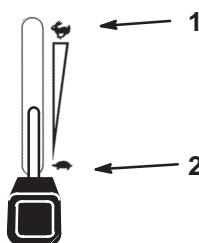

Figure 13
- Placez la commande de PDF en position désengagée (Fig. 13).
- Réglez la manette d'accélérateur à mi-course entre les positions de ralenti et de régime maximum (Fig. 13).